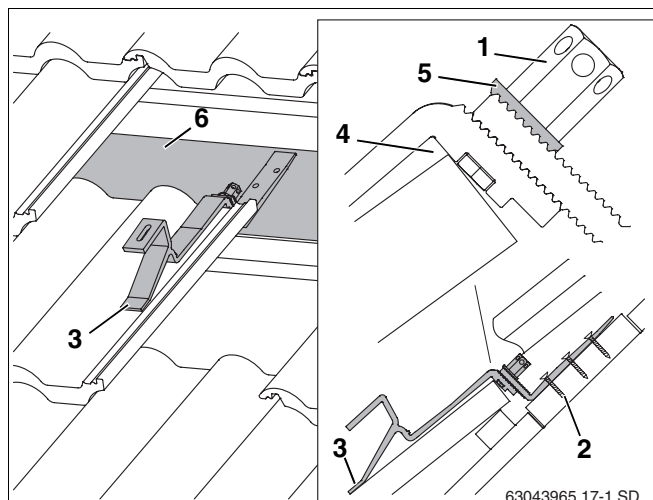

Fig. 15 Gancio da tetto montato (per una migliore visualizzazione, alcune tegole non sono illustrate)
- Disporre il supporto anteriore sulla tegola in maniera tale che, se gravato, esso poggi in una valle di ondulazione (fig. 15, **pos. 3**).
In tal caso, il gancio da tetto deve avere un po' di gioco in prossimità del bordo superiore della tegola (fig. 15, **pos. 4**). Se necessario, regolare la posizione della tegola nella parte superiore.
- Spingere verso il basso la parte inferiore del gancio da tetto finché essa non poggia sul travetto ovvero sulle assi/tavole (fig. 15, **pos. 6**).
La rondella dentata (fig. 15, **pos. 5**) deve incastrarsi nella dentatura della parte inferiore del gancio da tetto.
- Serrare il dado esagonale lungo (fig. 15, **pos. 1**). A tal fine, infilare la chiave SW5 nel foro del dado esagonale e ruotare.
- Fissare la parte inferiore del gancio da tetto al travetto almeno nel primo (fig. 15, **pos. 2**) e nel secondo foro, servendosi di viti adeguate.